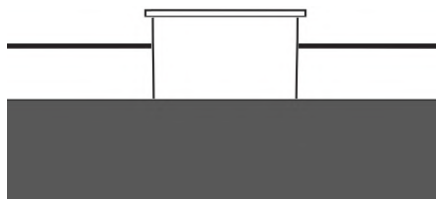

Abbildung 8
**Füllen Sie den Tank nicht bis zum Rand. Füllen Sie Diesel bis zum Boden des Tanksiebs ein. Lassen Sie immer ca. 1/3 des Kraftstofftanks unaufgefüllt. (Abb.8)**